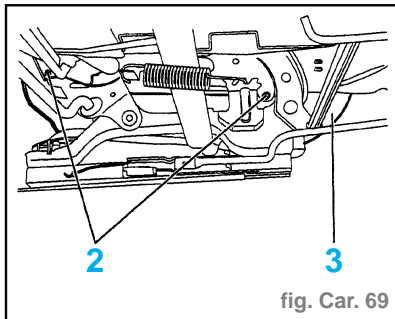
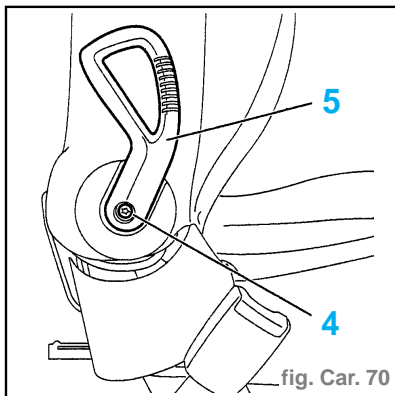

fig. Car. 69
fig. Car. 70
- Déposer (fig. Car. 69) :
- les fixations de la garniture (2)
- la garniture (3)
- Déposer (fig. Car. 70) :
- la fixation poignée (4)